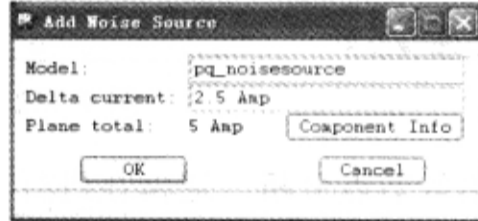

图 9-7-20 修改噪声源参数
(8) 在“Add Noise Source”对话框中输入“2.5 Amp”→单击“OK”按钮，如图 9-7-20 所示。